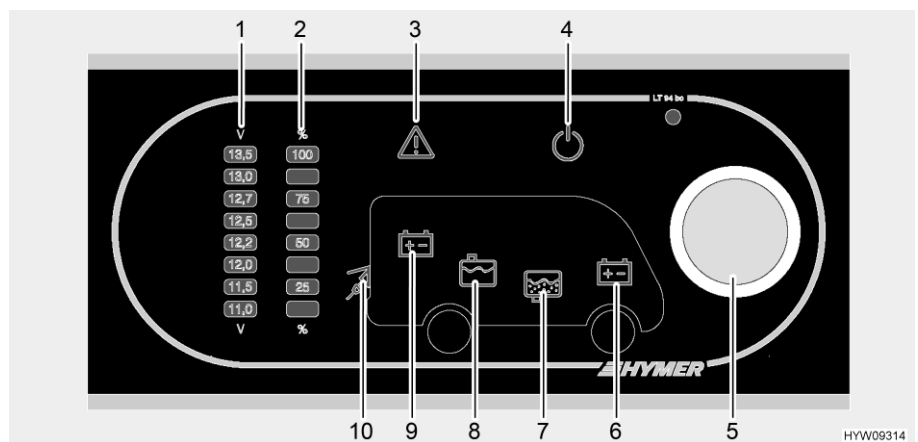

Fig. 144 Panneau de contrôle (LT 94)
Le bouton rotatif (Fig. 144,5) allume ou éteint le panneau de contrôle et l'alimentation 12 V de la cellule.
Allumer : ■ Appuyer sur le bouton rotatif (Fig. 144,5) : L'alimentation 12 V de la cellule est assurée. Le voyant de contrôle 12 V (Fig. 144,4) est allumé.
Éteindre : ■ Appuyer sur le bouton rotatif (Fig. 144,5) : L'alimentation 12 V de la cellule est coupée. Le voyant de contrôle 12 V (Fig. 144,4) s'éteint.
Le bouton rotatif (Fig. 144,5) permet de s'informer sur la tension de la batterie de cellule ainsi que sur celle de la batterie de démarrage. La tension est indiquée sur le cadran de la tension de batterie (Fig. 144,1).
Affichages : ■ Tourner le bouton rotatif (Fig. 144,5) jusqu'à ce que le symbole de la batterie dont on désire connaître la tension s'allume.
La tension de la batterie de cellule est indiquée (Fig. 144,9)
La tension de la batterie de démarrage est indiquée (Fig. 144,6)
- Relever la tension sur le cadran de la tension de batterie (Fig. 144,1).
Le bouton rotatif (Fig. 144,5) permet de s'informer sur le niveau du réservoir d'eau ainsi que sur celui du réservoir d'eaux usées. Le niveau est indiqué sur le cadran de niveau du réservoir (Fig. 144,2).
Affichages : ■ Tourner le bouton rotatif (Fig. 144,5) jusqu'à ce que le symbole du réservoir dont on désire connaître le niveau s'allume.
Affichage du niveau de remplissage du réservoir d'eau (Fig. 144,8)
Affichage du niveau de remplissage du réservoir d'eaux usées (Fig. 144,7)
- Relever le niveau sur le cadran de niveau du réservoir (Fig. 144,2).
Le voyant d'alerte Alarme (Fig. 144,3) clignote dès que des seuils définis sont dépassés vers le haut ou le bas.
Le voyant d'alerte Alarme (Fig. 144,3) clignote dès que la tension de la batterie n'atteint plus 11 V. Quand l'alimentation 12 V est active, le symbole de batterie correspondant (Fig. 144,6 ou 9) est de plus allumé et l'affichage "11,0" clignote sur le cadran de la tension de batterie (Fig. 144,1). Menace de décharge profonde.
Le voyant d'alerte alarme (Fig. 144,3) clignote et le symbole de réservoir correspondant (Fig. 144,7 ou 8) s'allume dès que le réservoir d'eau est vide ou celui des eaux usées plein.
Le voyant de contrôle 230 V (Fig. 144,10) s'allume si l'arrivée du bloc électrique est sous tension de réseau.